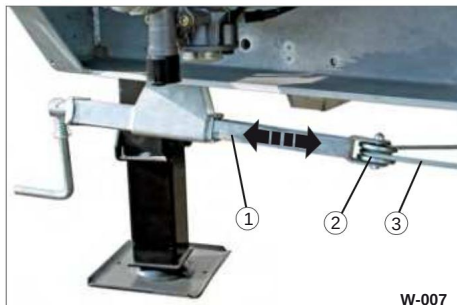

Fig. 7 Smøring af spindelparkeringsbremsen
• Kontroller løftestangen (Fig. 7/1), remskive (Fig. 7/2) og gearkabel (Fig. 7/3) for skader / deformation / revner.
• Smør remskiven (fig. 7/2) en.